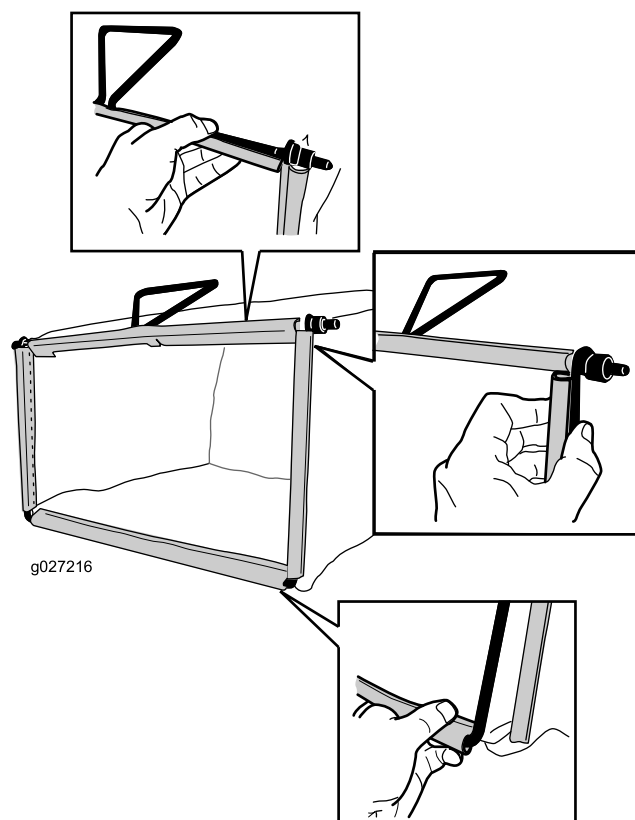

Figure 8
3. Accrochez les glissières supérieur et latérales du bac au sommet et sur les côté de l'armature respectivement (Figure 8).
2. Accrochez la glissière inférieure du bac au bas de l'armature (Figure 8).